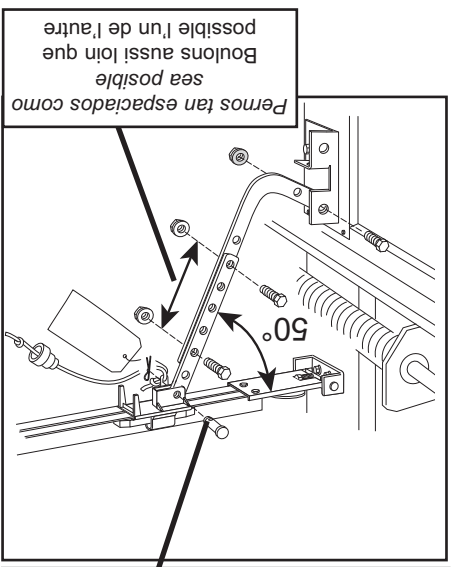

FIG. 2-9
• Sujete la derivación corta del brazo curvo de la puerta al soporte de la puerta con el perno y la tuerca de cierre (Fig. 2-9).
• Sujete el brazo recto al corredizo usando el pasador de horquilla y pasador de 2 patas (Fig. 2-9).
• Con los brazos dispuestos en esta posición, sujete los brazos juntos usando pernos y tuercas tan espaciados como sea posible (Fig. 2-9).
• Fixer le bras droit au chariot à l'aide d'un boulon et d'un écrou de blocage (Fig. 2-9).
• Fixer la partie courte du bras de porte incurvé au support de porte à l'aide d'un perno et d'une tige de fermeture (Fig. 2-9).
• Fixer la partie courte du bras de porte incurvé au support de porte à l'aide d'un boulon et d'un écrou de blocage (Fig. 2-9).
• Fixer le bras droit au chariot à l'aide d'un pasador de horquilla et de la goupille fendue (Fig. 2-9).